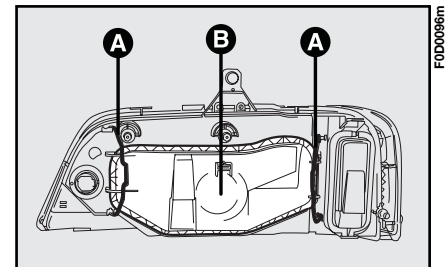

Abb. 12
3) Aushakung der Feder **A**, **Abb. 12** und Abnahme des Deckels **B**;
7) Die Befestigungsfedern wieder einhaken, den Verbinder einsetzen, den Deckel **B**, **Abb. 12** aufsetzen und mit den betreffenden Federn befestigen.